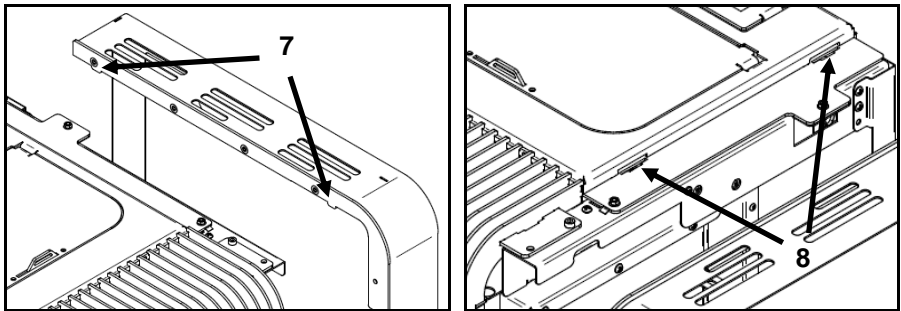

Figura 42 - Colocación de las envolventes Aspen
h) En el equipo **Aspen**, primero enganchar los agujeros **5** inferiores de las cubiertas laterales, en las guías **6** que están en el fondo de la máquina, después hacia abajo para encajar el soporte **7** en las ranuras **8**, como se muestra en la Figura 42.